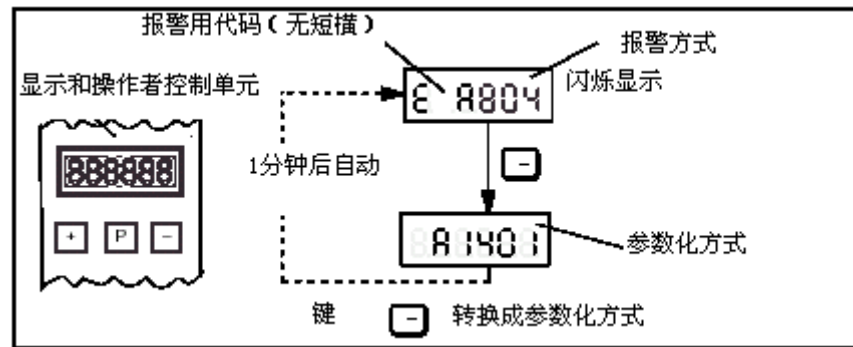

图 7-3 处理一个报警
1. 一个报警已经出现后，其显示情况具体如下（参见图 7-3）。